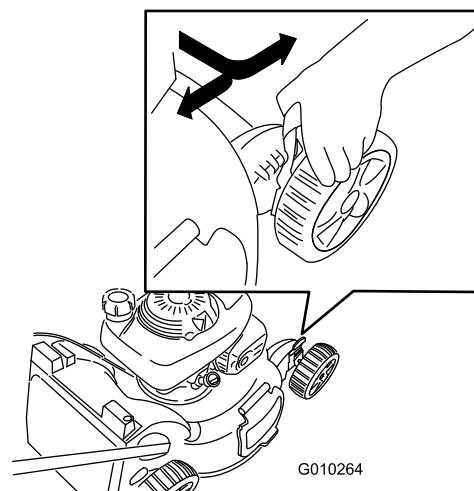

Figure 15
**Remarque:** Pour élever la machine, déplacez les 4 leviers de hauteur de coupe en avant ; pour abaisser la machine, ramenez les leviers en arrière (Figure 15).